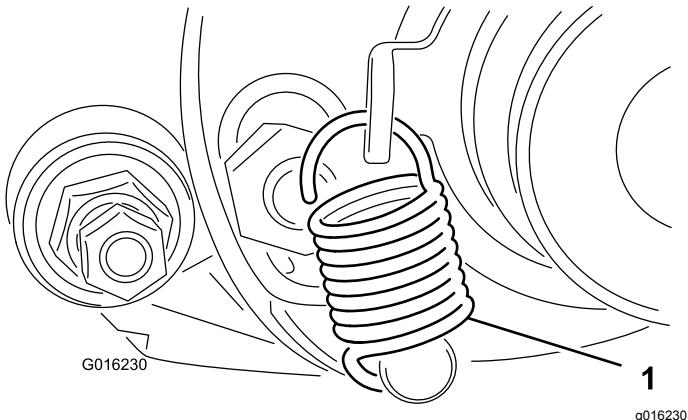

Figura 15
35. Rode a polia intermédia até que a mola da alavanca de mudanças seja encaixada no furo do suporte da polia e no pino como se mostra na Figura 15.